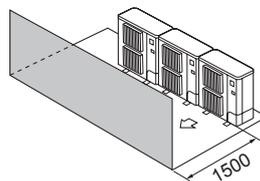

Fig. 2-14
- ③ Překážky pouze vepředu (Fig. 2-14)